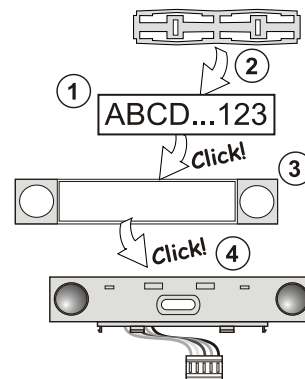

Fig. 3: Isætning af label i et kontrolpanel
- Når enheden er tændt, begynder den gule baggrundsbelyste aktiveringsknap (3) at blinke gentagne gange for at angive, at enheden ikke er blevet indlæst i systemet.
- Tryk på den baggrundsbelyste aktiveringsknap (3) over LCD-skærmen – betjeningspanelet indlæses og den gule LED-indikator slukker.
- Når installationen er afsluttet, sæt beskrivende labels på kontrolpanelernes gennemsigtige dæksler og luk dem, se fig. 3. Udskrivning af labels er en del af F-Link-programmet (i betjeningspanelets **interne indstillinger** i fanen **Enheder**).